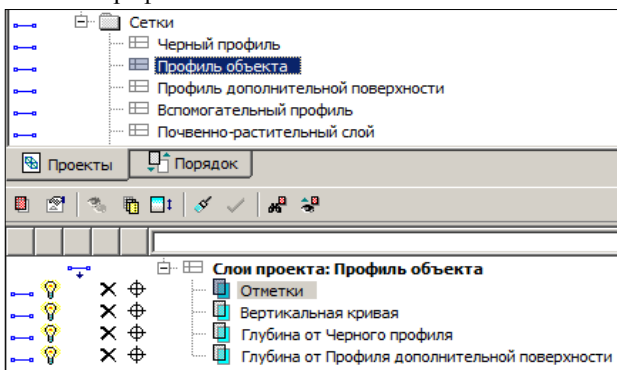

Рис. 9.10
**Информационные графы** получили свое название благодаря тому, что в них отображаются данные о различных элементах. Как следствие, эти графы можно заполнить только при наличии элементов, параметры которых они отображают. Ярким примером являются графы сеток профилей (рис. 9.10). Сам профиль представляет собой линию в соответствующем окне, а значения ее параметров (отметки в характерных точках, расстояния между ними, характеристики сегментов и т.п.) отображаются в специальных графах.